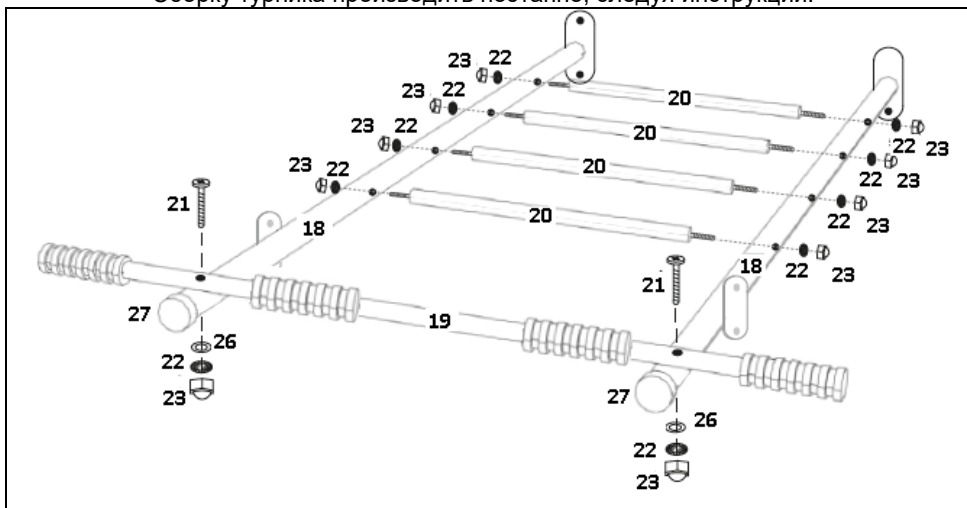

Рисунок 4
4.3.1 Соединить кронштейны (№18) и перекладины (№20) (рисунок 4) и закрепить между собой, используя шайбы (№22) и гайки (№23). Установить перекладину турника (№19) на кронштейнах (№18) и закрепить, используя винты (№21), шайбы (№26,22) и гайки (№23).